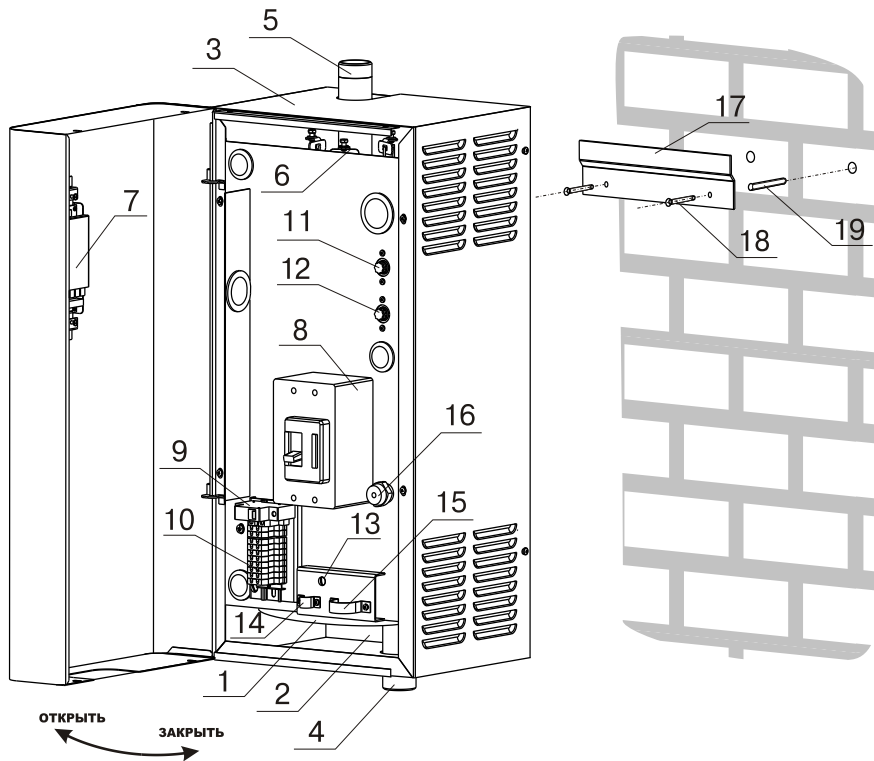

Рис. 1 Конструкция электроводонагревателя и способ его крепления к стене
5.1. Электроводонагреватель (Рис.1) состоит из корпуса (1) сварной конструкции с фланцами, патрубком входа воды (4) и патрубком выхода воды (5), имеющих резьбу G1 1/2-В. В верхней части корпуса установлены три блока нагревательных элементов(6), датчик температуры воды, датчик перегрева и датчик уровня воды. В нижней части корпуса установлены три блока нагревательных элементов. Корпус установлен на основании(2). Защитный кожух (3) выполнен из стального листа и служит для защиты обслуживающего персонала от ожогов и поражения электрическим током. Кожух подвешен на основании при помощи механизма, который позволяет не снимая кожух с электроводонагревателя, открывать и закрывать его в направлении, указанном на Рис.1. При необходимости кожух можно легко снять с основания.
- закрепить кронштейн крепления на вертикальной поверхности в необходимом месте с помощью шурупов, входящих в комплект и установить на него водонагреватель как показано на Рис.1.
- открыть кожух (3) как показано на Рис. 1, предварительно выкрутив четыре винта крепления кожуха;